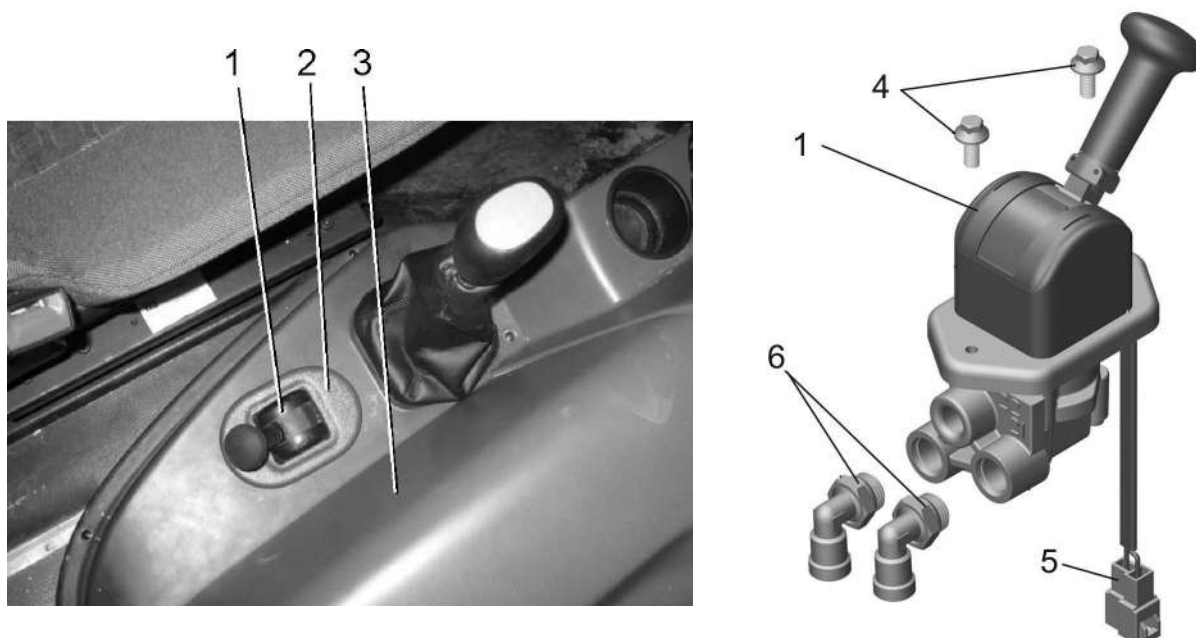

Рис. 6.22 Установка тормозного крана стояночного тормоза
- отсоединить штыревую колодку проводов от выключателя сигнала тормозного крана 5 (рис. 6-22);